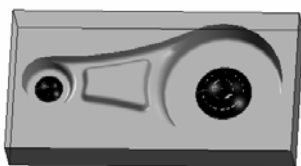

图 3-75 拾取的加工对象
1) 完成加工参数设置后,单击“确定”按钮,系统在界面的左下方提示“拾取加工对象”,单击前面“2”中生成的两个曲面为加工对象,如图 3-75 所示。单击右键结束拾取。